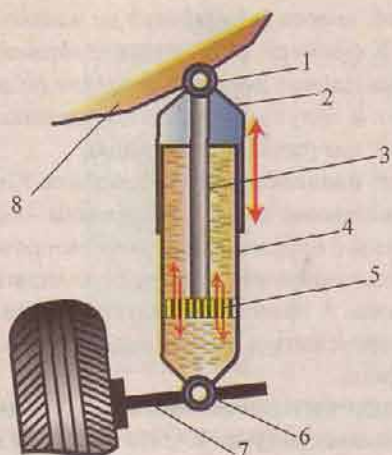

Рис. 42. Схема амортизатора
**Гасящий элемент подвески – амортизатор** (рис.42) необходим для гашения колебаний кузова за счет сопротивления, возникающего при перетекании жидкости через калиброванные отверстия из полости «А» в полость «В» и обратно (*гидравлический амортизатор*). Также могут применяться газовые амортизаторы, в которых сопротивление возникает при сжатии газа.